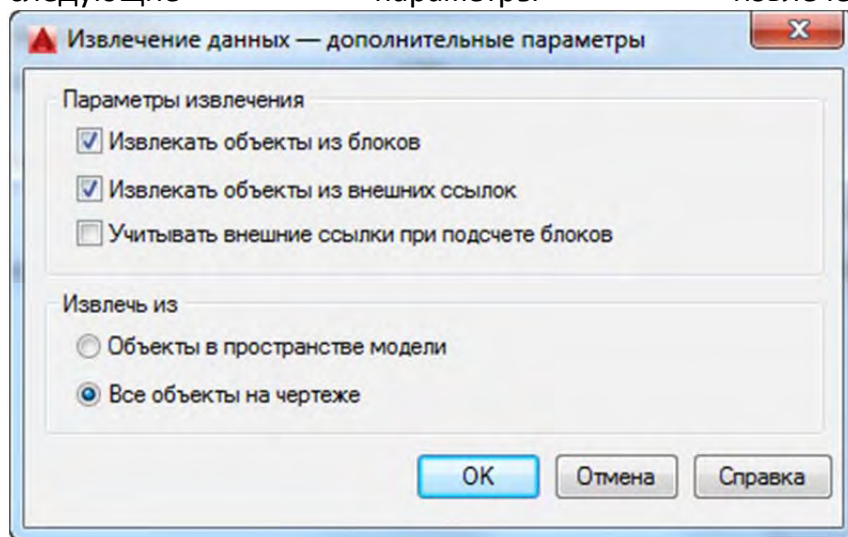

Рисунок 4.14 Дополнительные параметры извлечения данных
9. Настройки – отображает диалоговое окно «Извлечение данных – Дополнительные параметры» (рисунок 4.14), в котором можно установить следующие параметры извлечения данных: